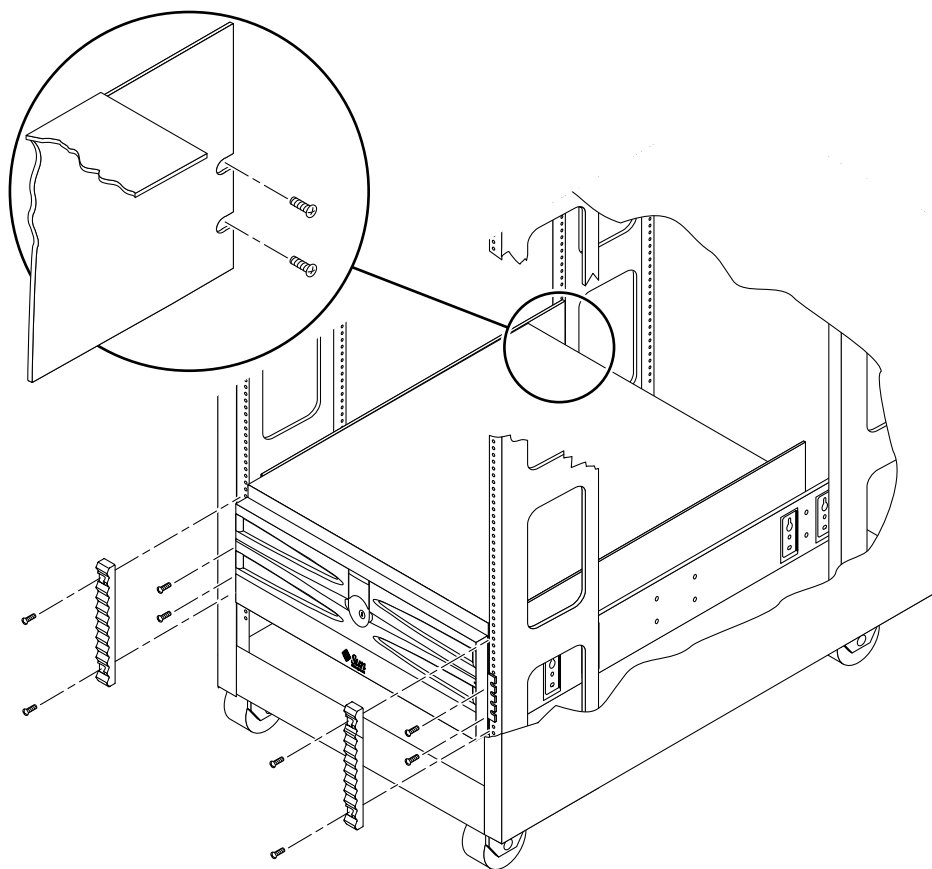

図 7 キャビネットにトレーおよびトリムストリップを固定するねじの取り付け
6. 指定されたねじ穴に 2 本の 10-32×1/2 インチねじを挿入して締めて、トレーの背面とキャビネットの背面側にある取り付けレールを固定します (図 7)。
7. 2本の 10-32×1/2 インチねじを挿入して締めて、トレイの正面とキャビネットの正面側にある取り付けレールを固定します (図 7)。